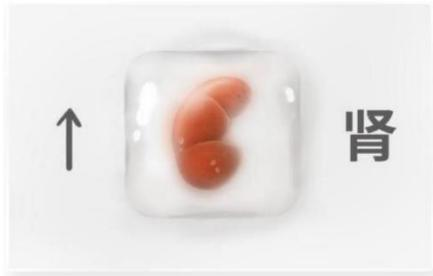

图4: 包埋时的组织界面图
2) 包埋时组织的摆放角度十分重要，请将10mm x 10mm的横切面平行于包埋盒底部进行包埋，建议切面朝上（图4），我司收到样品后将默认按照平行于包埋盒底部的角度进行切片。如有特殊情况，请提前说明并在包埋盒上标注样本切面方向。
将组织包埋盒放在干冰上速冻3-5min直至包埋剂变硬变白(如图5)或者将包埋盒置于预冷的异戊烷-液氮浴上(可以用镊子提托住包埋盒,使异戊烷没过其底部但不淹没整个包埋盒,务必避免包埋盒被异戊烷浸没,以防止异戊烷与包埋剂混合),然后等待包埋剂有透明凝固变白,此时组织基本完全冻结(如图4)。